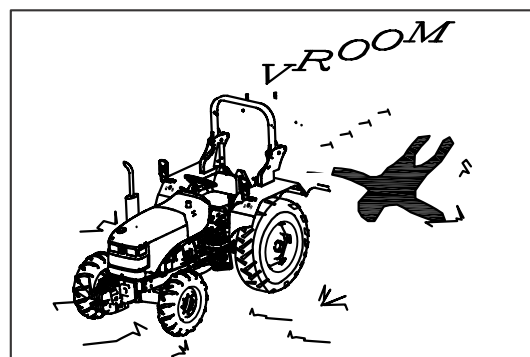

Abb.2.22 (c)
**GEFAHR:** Starten Sie den Motor mit dem Zündschlüssel aus vom Sitz des Bedieners aus. Versuchen Sie nie, den Motor durch Kurzschließen der Starterklemmen zu starten. Die Maschine startet im Gang, wenn die neutrale Startschaltung umgangen wird. Dies könnte zu schweren oder tödlichen Verletzungen bei allen Personen in der Nähe des Traktors führen (Abb. 2.22 c).